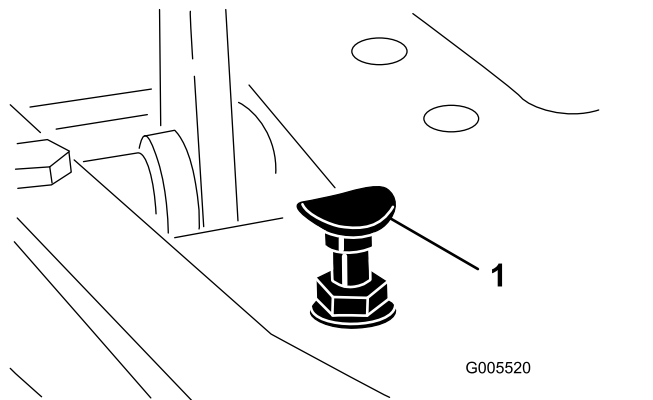

图 47
要获得最大行驶速度请将功能控制杆放在行驶位置并踩下驱动踏板。如果在拉线感到张紧力之前踏板接触到限位器图 47 请执行以下调节程序
- 1. 将功能控制杆放在行驶位置松开将踏板限位器固定至底板上的锁紧螺母图 47。